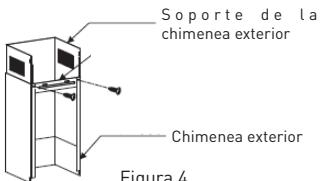

Figura 4
- Fije el soporte de la chimenea exterior en la chimenea exterior y asegúrese de poder ajustar libremente desde el interior la altura de la chimenea interior. Véase la figura 4.